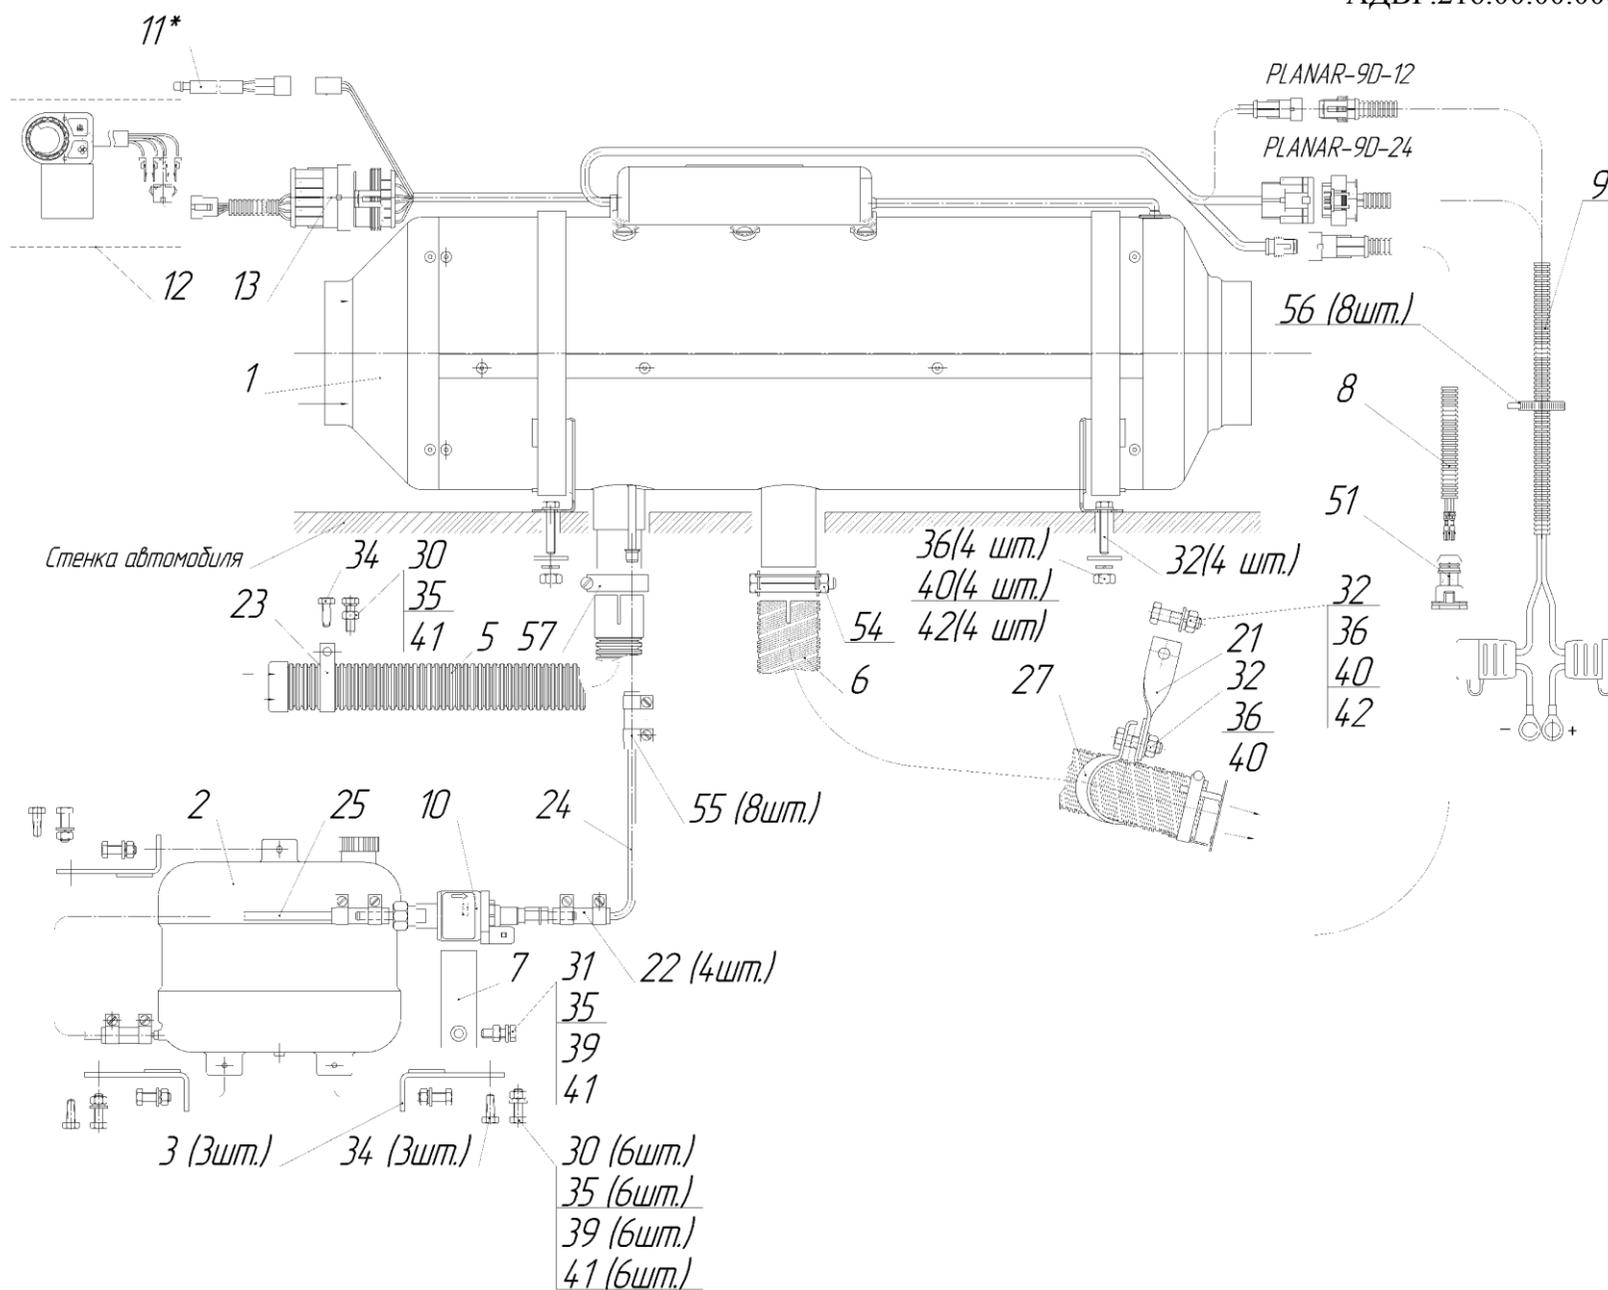

Рис.1- Схема деления отопителя
- 1) Состав **отопителей** воздушных согласно схеме деления изделия, на составные части представлен на рис.1 и перечню деталей и сборок – таблица 1.